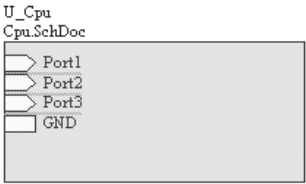

图 5-15 放置 U_Cpu 原理图符号
7) 此时光标变成十字形状，并带有一个原理图符号的虚影。选择适当的位置，将该原理图符号放置在顶层原理图中，如图 5-15 所示。该原理图符号的标识符为“U - Cpu”，边缘已经放置了 4 个电路端口，方向与相应的子原理图中输入、输出端口一致。